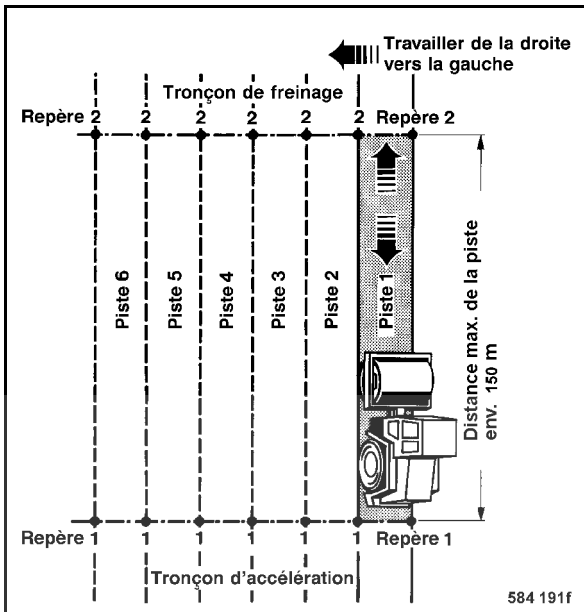

Fig. 91
- Marquer la piste à compacter (Fig. 91).